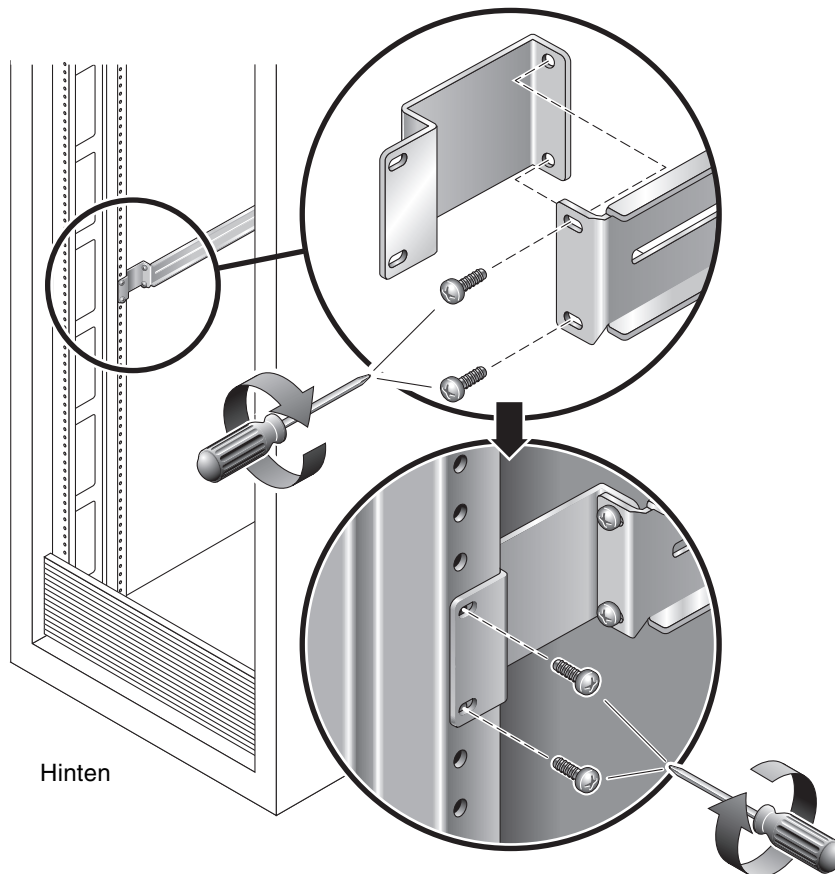

ABBILDUNG 2-5 Verwenden des Verlängerungsbügels
- Bei einer Rack-Tiefe von über 737 mm befestigen Sie mit M6-Schrauben an jeder Schiene rückwärtig einen Verlängerungsbügel. Siehe obere Detailzeichnung in ABBILDUNG 2-5.
- Wenn die Schienen lang genug sind, benötigen Sie die Verlängerungsbügel nicht. Sie können die Verlängerungsbügel verwenden, wenn das Rack eine seitliche Befestigung der Schienenenden, wie in der unteren Detailzeichnung in ABBILDUNG 2-5 gezeigt, erfordert.